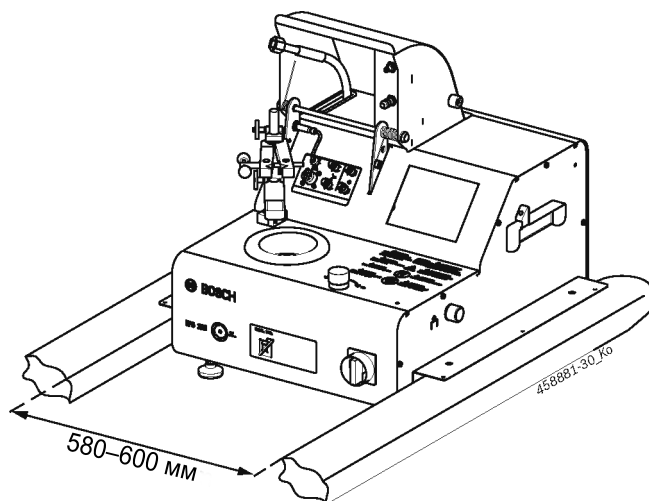

Рис. 32. EPS 205 с транспортировочным кронштейном
6. Используйте вилочный погрузчик, чтобы аккуратно снять EPS 205 с транспортировочного поддона и затем поставить EPS 205 в маслосборник. Для этого отрегулируйте расстояние между лапами вилочного подъемника таким образом, чтобы они зашли под транспортировочные кронштейны с левой и правой стороны EPS 205 (рис. 32).